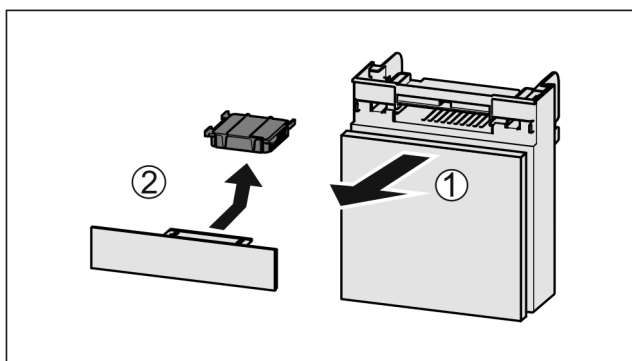

Fig. 134
- ▶ Predal izvlecite Fig. 134 (1) naprej.
- ▶ Odstranite Fig. 134 (2) aktivni ogljeni filter.